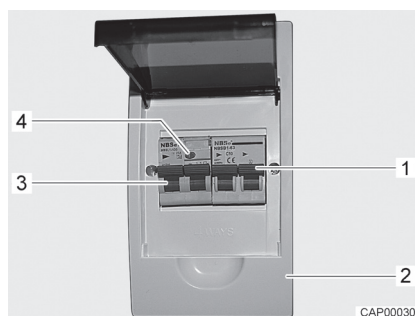

Fig. 51 Disjoncteur de protection de circuit et disjoncteur FI (coffret de fusibles 230 V)
- Couper le disjoncteur de protection de circuit (Fig. 51,1) dans le coffret de fusibles (Fig. 51,2).
- Quand le véhicule est raccordé sur l'alimentation 230 V, appuyer sur la touche de contrôle (Fig. 51,4) du disjoncteur différentiel (disjoncteur FI) (Fig. 51,3) dans le coffret de fusibles (Fig. 51,2). Le disjoncteur différentiel doit se déclencher.
- Réarmer le disjoncteur différentiel (Fig. 51,3).